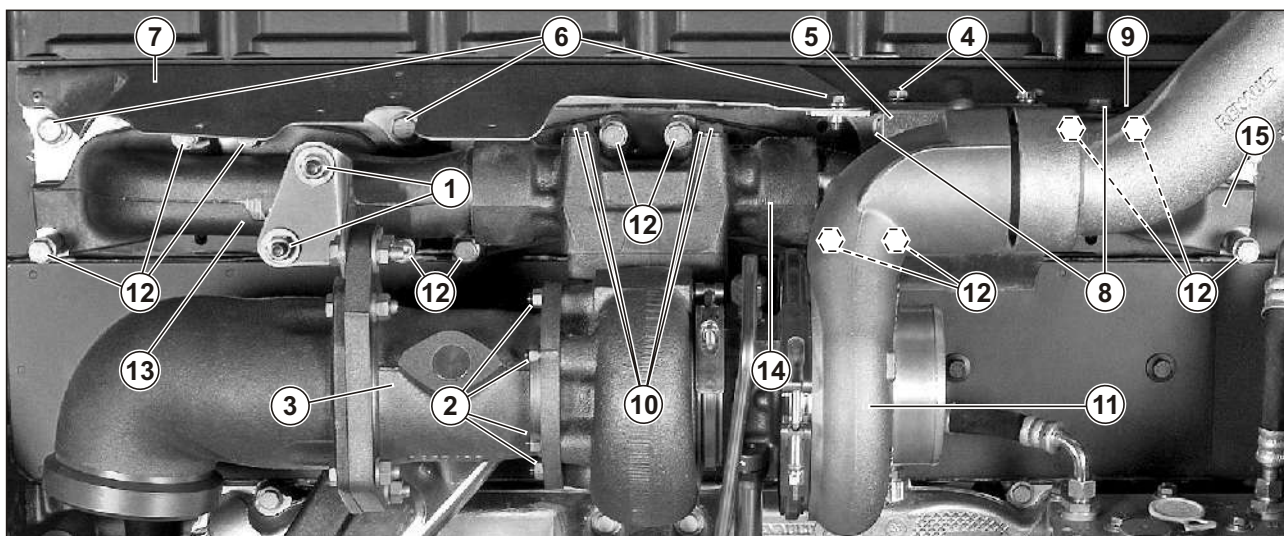

Рис. 15. Снятие агрегатов системы выпуска.
3. Открутить гайки (1) крепления кронштейна заслонки и гайки (2) крепления заслонки к турбокомпрессору (см. Рис. 15).
4. Снять заслонку на выхлопе (3) (650.3570010).
(см. Рис. 15)